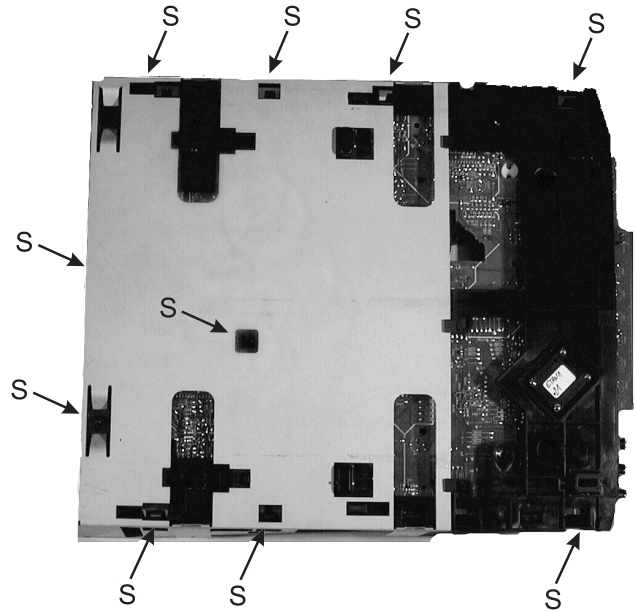

Figura 4-8
13. Girar la unidad, desbloquear los 10 ganchos elásticos (S) (ver figura 4-8) y quitar el cerco hacia arriba.